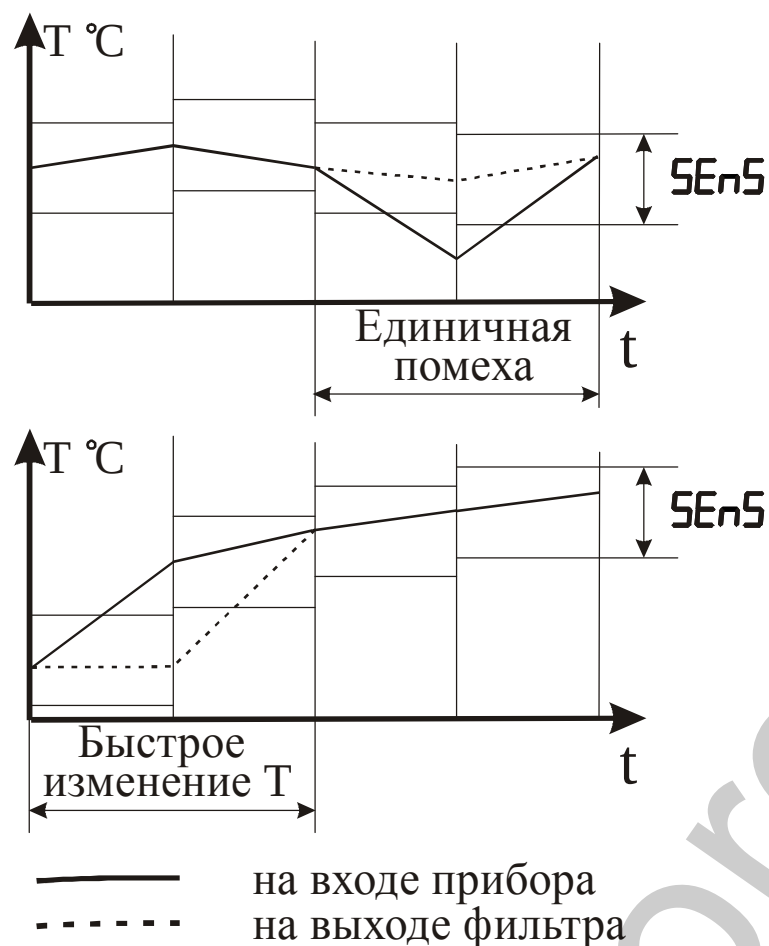

Рисунок 3.3 – Работа фильтра при воздействии случайной помехи и быстром изменении сигнала
3.3.1.5. С целью уменьшения влияния случайных импульсных помех на показания в прибор введена цифровая фильтрация. Работа фильтра описывается параметром "Полоса фильтра". Если текущее значение температуры отличается от результатов предыдущего измерения на значение, которое превышает указанное в параметре "Полоса фильтра", то проводится повторное измерение температуры, а на индикаторе остается старое значение (см. рисунок 3.3).